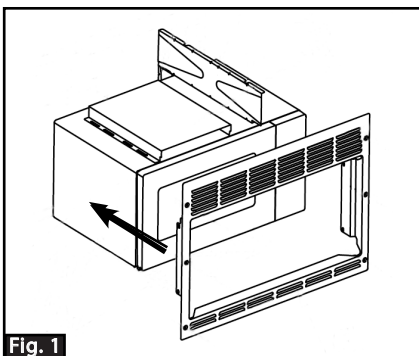

Fig. 1
2. Deslice el kit para empotrar sobre el horno microondas (Fig. 1) de modo que el frente del horno y el kit queden alineados.